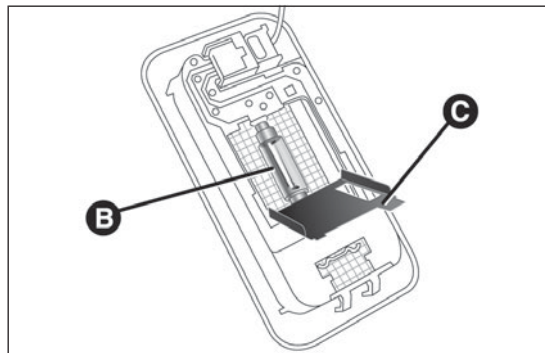

fig. 195
- ☐ abrir la tapa C fig. 195 y sustituir la lámpara B, soltándola de los contactos laterales;